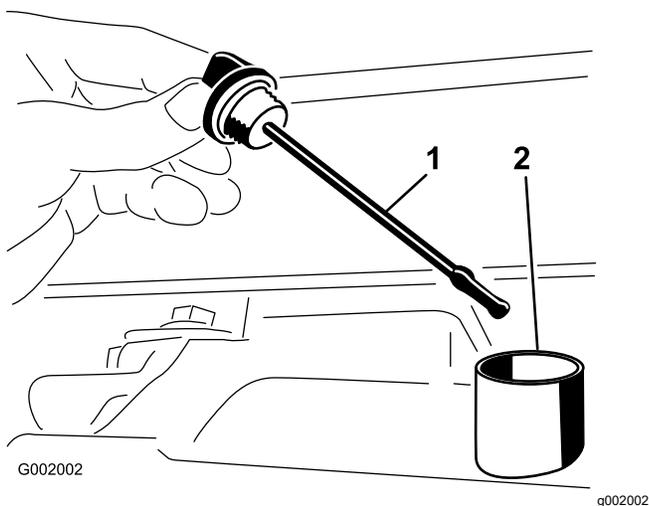

図 54
2. トランスアクスルのディップスティックを抜きウェスで一度きれいに拭く 図 54。